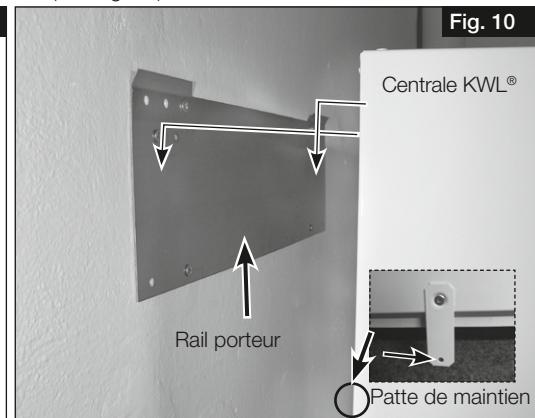

Fig. 10
À la livraison, le raccordement air extérieur est situé sur le côté droit de l'appareil (voir Fig. 10). De plus, l'air soufflé peut être soufflé soit en haut soit en bas de l'appareil.
3. Acrocher l'appareil au rail porteur dans les pattes de maintien (voir Fig. 10).